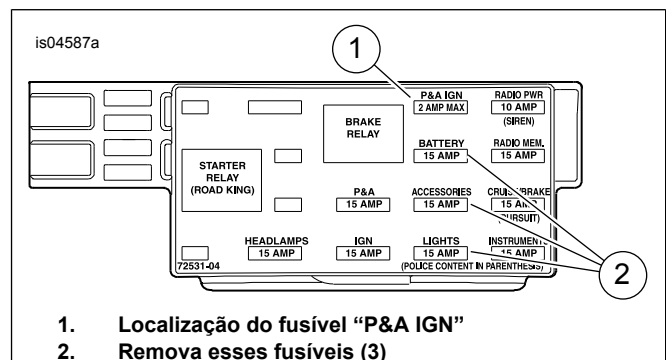

Figura 14. Cavidade de fusível "P&A IGN" (modelos Touring anos 2004 a 2007)
3. **TODOS os modelos:** veja Figura 14. Localize a cavidade de fusível marcada com "P&A IGN", "2A MAX" (1). Há uma barra condutora alimentando um lado deste circuito, mas nenhum fio ou fusível correspondente estará presente. Remova os três fusíveis (2) atualmente instalados nesta fileira, anotando a sua localização.